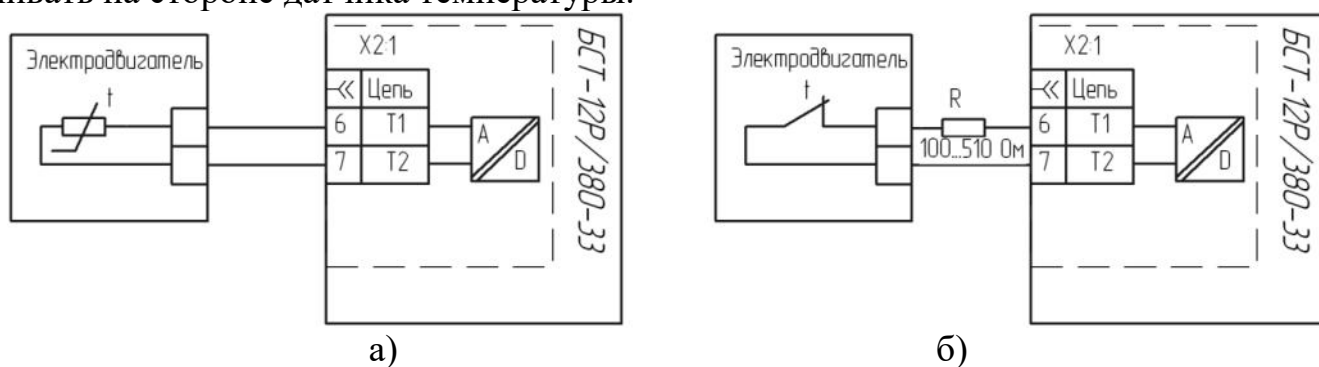

Рисунок 11 – Варианты подключения датчиков температуры
2.4.2 Для использования биметаллического датчика с нормально-замкнутым контактом необходимо в цепь подключения включить резистор с сопротивлением от 100 до 510 Ом и мощностью 1Вт (рисунок 11, б). Резистор рекомендуется устанавливать на стороне датчика температуры.